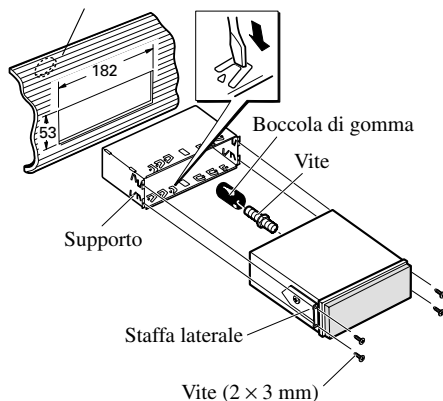

Fig. 16
2. **Installazione dell’unità nel cruscotto.** (Fig. 16)